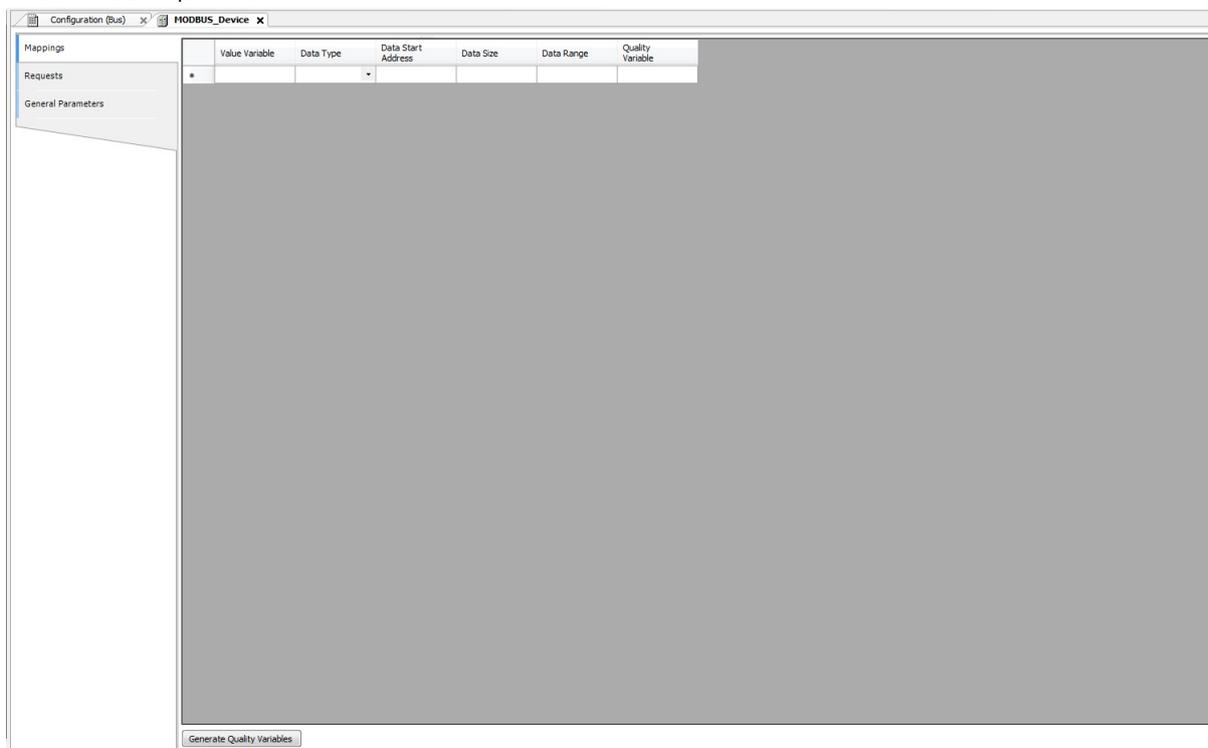

Рисунок 52: Экран преобразования данных MODBUS
- Добавьте и сконфигурируйте преобразования MODBUS на вкладке «Преобразования» (Mappings) (рисунок 52), указав имя переменной, тип данных и начальный адрес данных, размер и диапазон данных заполняются автоматически.